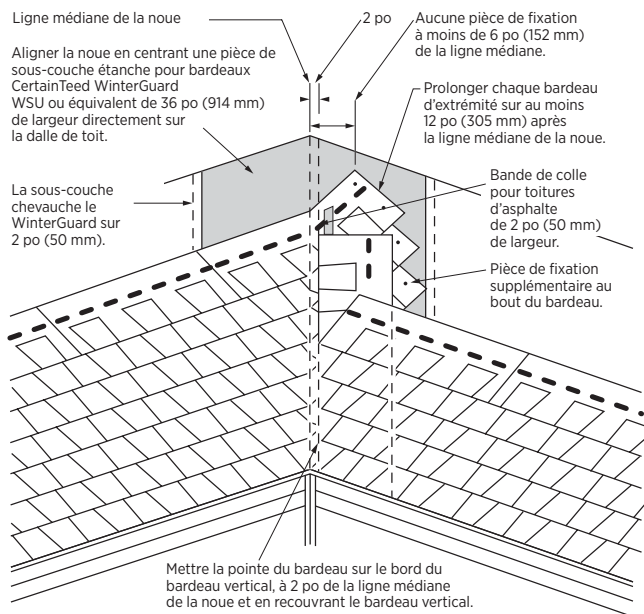

Figure 6-18 : Autre option pour la noue fermée.
5. Posez les bardeaux sur le pan de toit adjacent en positionnant le coin inférieur gauche du bardeau de chaque rangée à 2 po de la ligne centrale (en l'alignant avec le bord du bardeau vertical) et par-dessus le haut du bardeau vertical. Voir Figure 6-18.